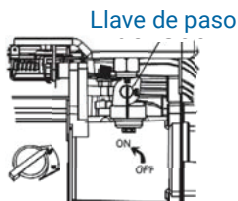
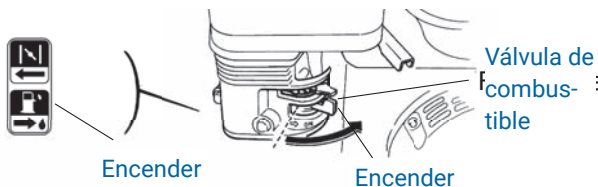

Fig.5-1a
Fig.5-1b
1) Abra la válvula de combustible. (Para LGP15-A fig.5-1a; para LGP20-A-1/LGP30-A-1 fig.5-1b)